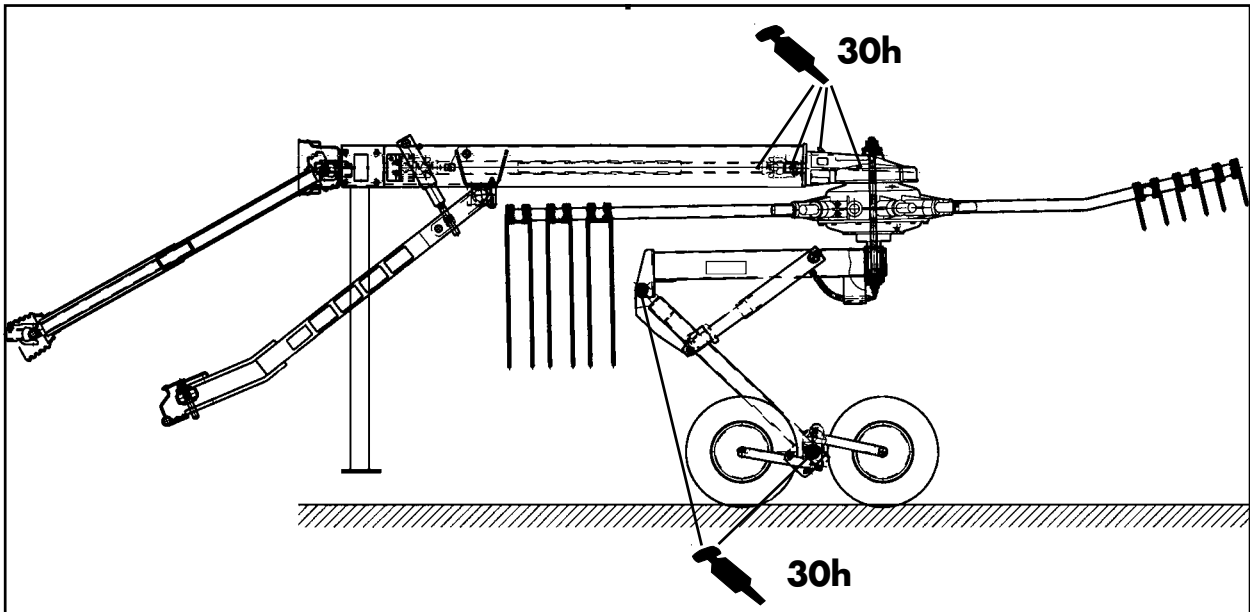

Fig. 5-1
- Graisser la machine conformément au plan de graissage (fig. 5-1 et 5-2).